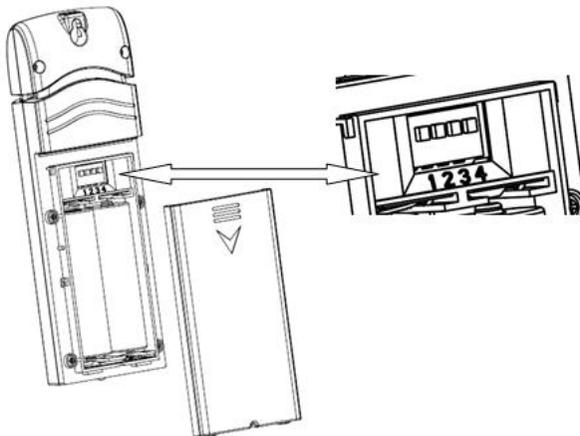

Abbildung 14 Batterieinstallation für Mehrkanalsensor
1. Entfernen Sie die Batteriefachabdeckung auf der Rückseite des/der Sender(s), indem Sie die Batteriefachabdeckung nach unten schieben, wie in Figure 14 dargestellt.